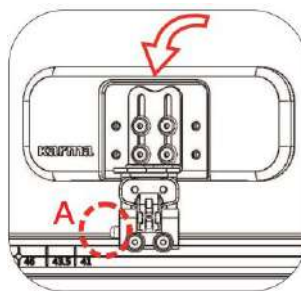

Figura 5-132
- Presionando el aplique A, el soporte de cadera puede moverse hacia afuera. (Figura 5-132).